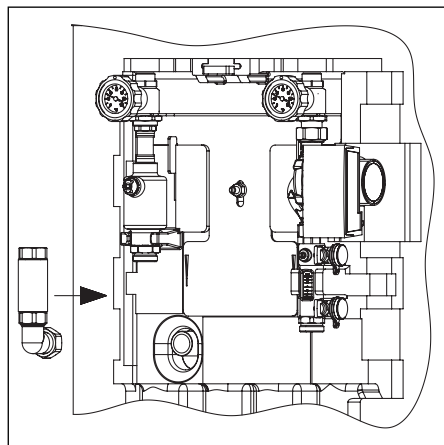

Fig. 18 Montage du tube annelé métallique aller solaire
- Raccorder l'aller solaire au ballon d'eau chaude à l'aide du tube annelé métallique isolé G 1 (fig. 18), longueur L = 85 mm et de l'équerre.